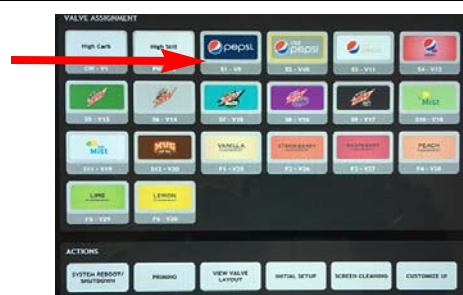

Figure 31
10. Si une marque mappée sur une vanne nécessite une correction, choisir l'icône de la vanne comme illustré dans la Figure 31.